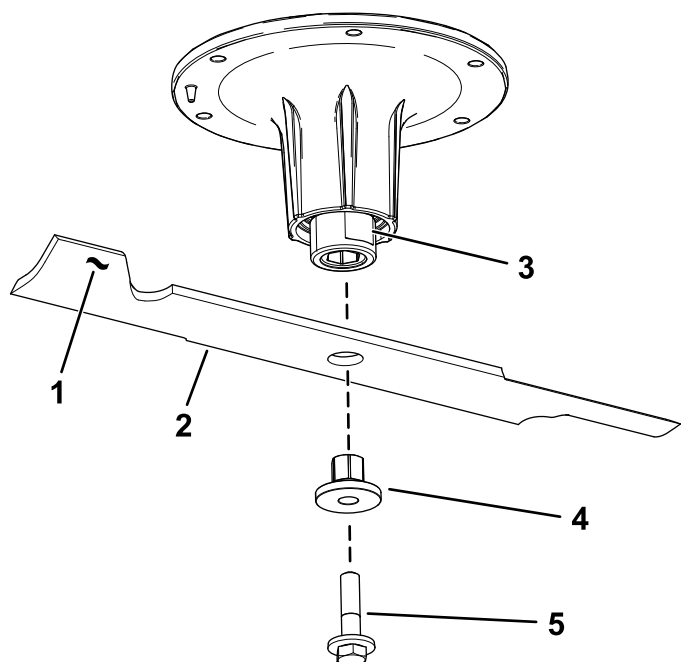

Figure 111
2. Retirez le boulon, la douille et la lame de l'axe de pivot (Figure 111).